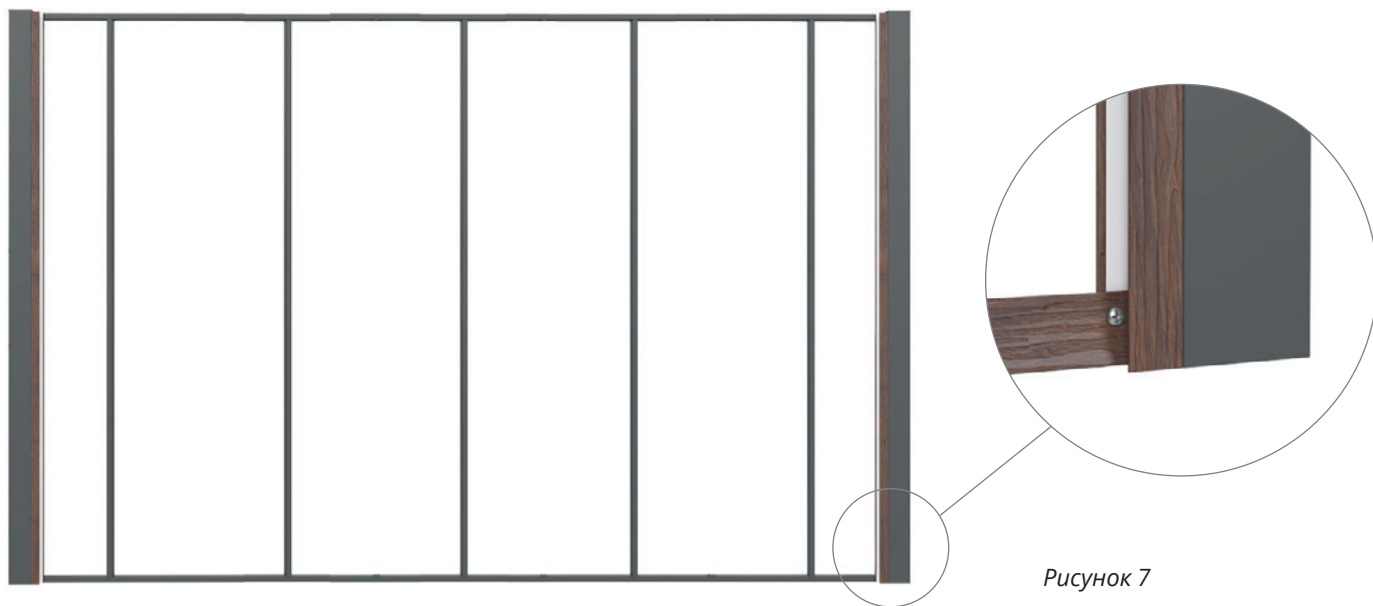

Рисунок 7
2. Стартовую планку установите с помощью уровня строго горизонтально в нижней части подсистемы и закрепите саморезами ПШС 4,2x16 с шагом 300-400 мм (рис. 7).